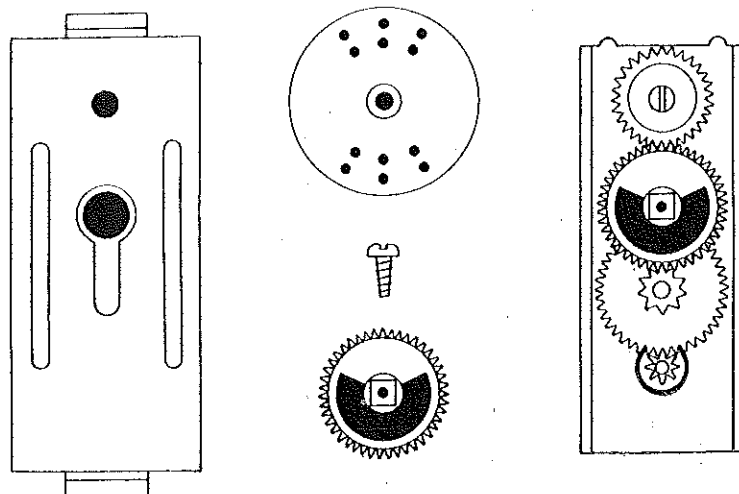

Bild Nr. 5
- 2 ( ) Zahnrad Nr. 2 D auf Welle Nr. 5 a stecken, achten Sie auf die Aussparung im Zahnrad. Siehe Bild Nr. 5